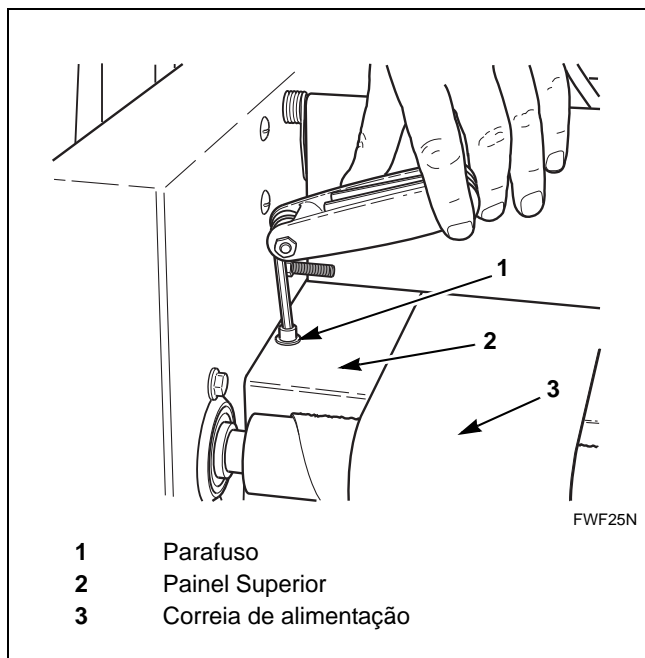

Figura 26
5. Remova o parafuso do lado esquerdo do painel superior (atrás do rolo de alimentação). Consulte *Figura 26*.